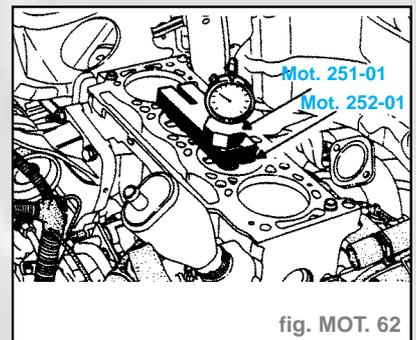

fig. MOT. 62
- Placer sur le piston l'outil **Mot. 252-01** (fig. MOT. 62).